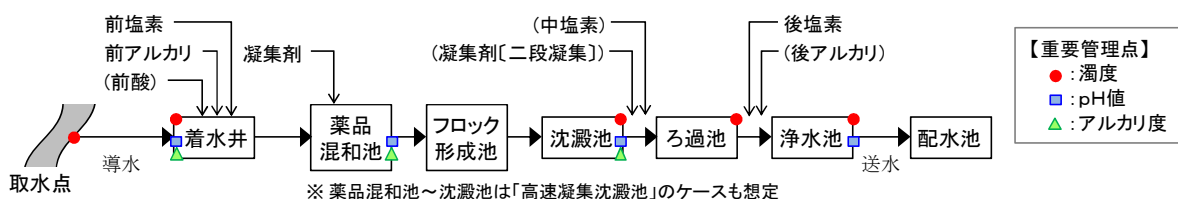

図 1 想定した浄水フロー
- ▶ 高濁度原水対応を念頭に、急速ろ過方式の浄水施設（図 1 参照）における濁度管理の必須要件を、「水安全計画」\*の考え方を採用してマニュアル化したものであり、凝集において重要な pH 値とアルカリ度の管理を含めて記述した。